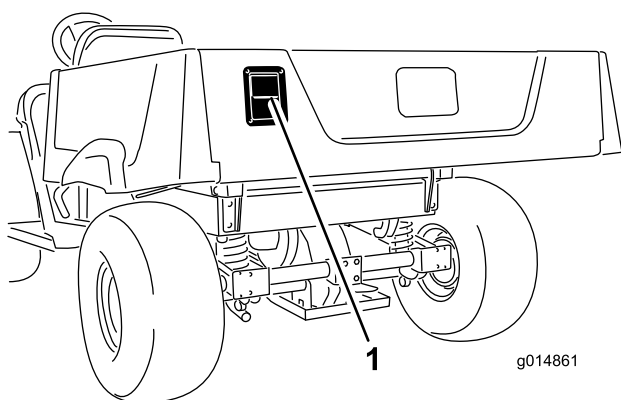

Figure 16
- Pour ouvrir le panneau arrière, tirez le verrou vers l'extérieur et vers le haut, puis abaissez lentement le panneau arrière (Figure 16).